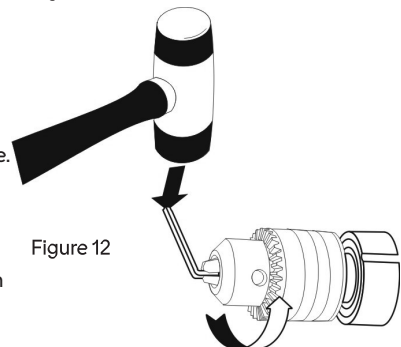

Figure 12
7. Insérer la clé hexagonale dans le mandrin, puis serrer fermement les mâchoires du mandrin. (figure 12). À l'aide d'un maillet, taper fortement la clé hexagonale dans le SENS ANTIHORAIRE. Cette action va desserrer le mandrin sur l'arbre. Le mandrin peut maintenant être dévissé et retiré de l'arbre à la main.